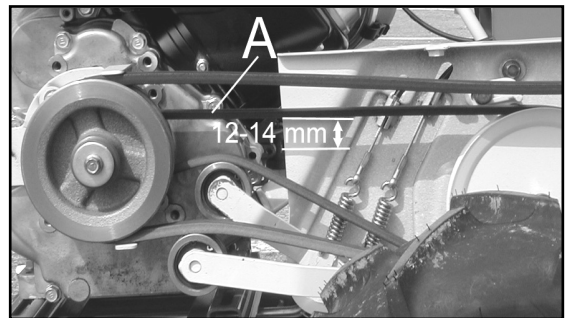

Figure 30
- Quand vous appuyez sur cette courroie avec un doigt (A, Figure 30) la flèche doit être comprise entre 12 et 14 mm (Figure 30). Si tel n'est pas le cas, modifier la tension du câble de commande de la transmission. Remettez le carter de protection et vissez ses vis de maintien.